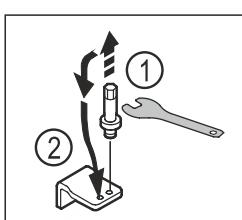

Fig. 17
- Відкрутіть болт нижнього опорного кронштейна за допомогою шестигранного ключа SW5. Fig. 17 (1)
- Вставте болт із протилежного боку. Fig. 17 (2)